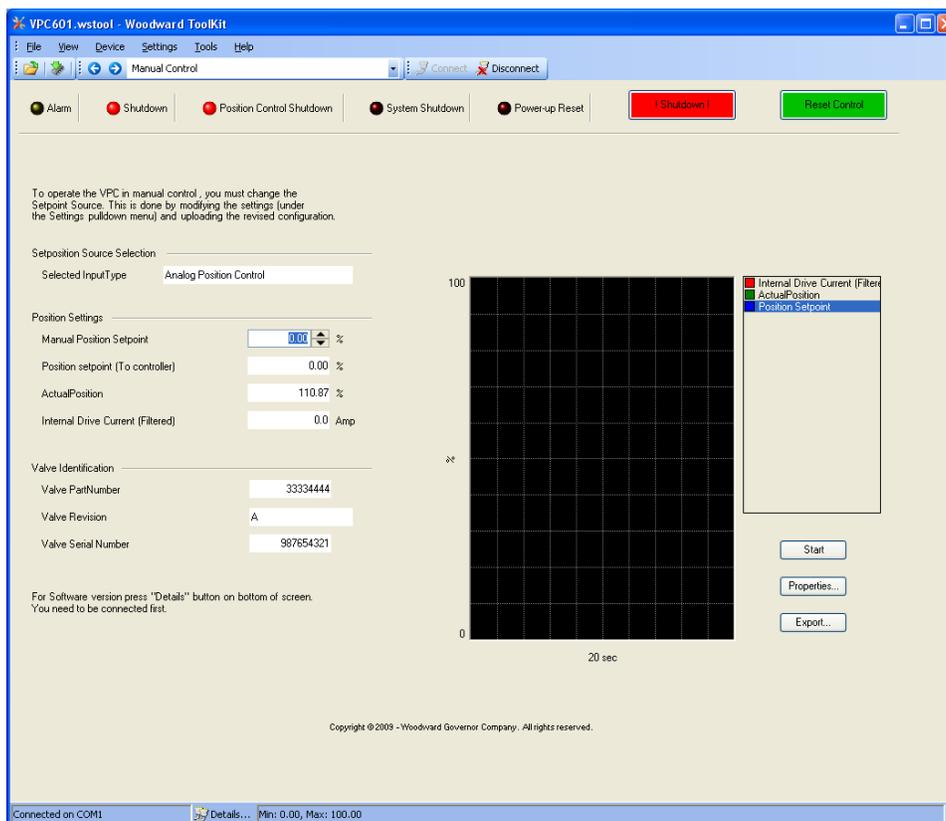

図 4-9. Manual Control 画面
- Manual Control**—手動弁ストロークモードを表示 (図 4-9)
Manual Control 画面はGS6の作動を確認するため、コミッショニングまたはトラブルシュート時に使います。この画面にはまた、位置指令を変化させたときのシステム応答、弁位置、モータ電流レベル及び弁のIDをモニターする機能があります。(図 4-9)